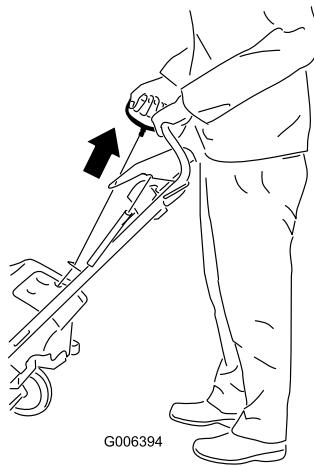
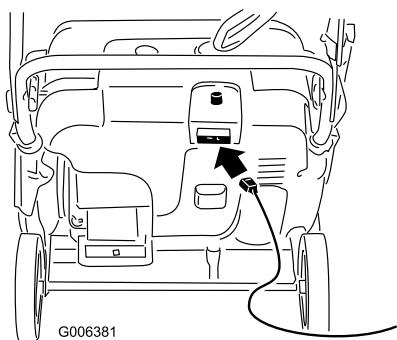

Bild 15
Bild 14
4. Stecken Sie ein Verlängerungskabel in eine Steckdose und in die Schneefräse und drücken Sie die Elektrostartertaste (nur Modell 38577) (Bild 14) oder ziehen Sie am Rücklaufstartergriff (Bild 15).